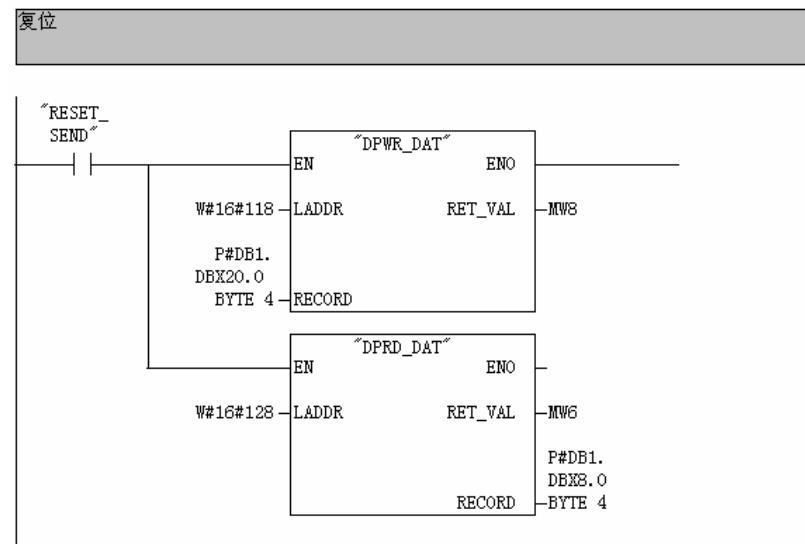

图 4.7 复位程序
并对 DB1 中要发送的 PZD 区赋控制字 (047Ehex) 和主设定值 (0)，然后触发一个复位通讯脉冲 (RESET\_SEND)，调用 SFC15 和 SFC14 进行通讯操作，写的操作地址从 280 (118hex) 开始 4 个字节，读的操作地址从 296 (128hex) 开始 4 个字节，变频器 I/O 地址参见组态部分图 3.10 所示，程序如图 4.7 所示。